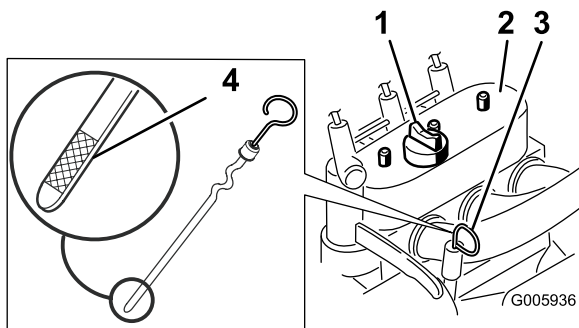

図 14
4. ディップスティック（図 14）の周囲をきれいに拭く。
5. ディップスティックを抜き、先端の金属部分（図 14）をウェスできれいに拭く。
6. ディップスティックを補給管の中にしかりと差し込む（図 14）。
8. 油量が少なければ、オイル・フィルタのキャップの周囲をきれいに拭き、キャップを外す（図 14）。